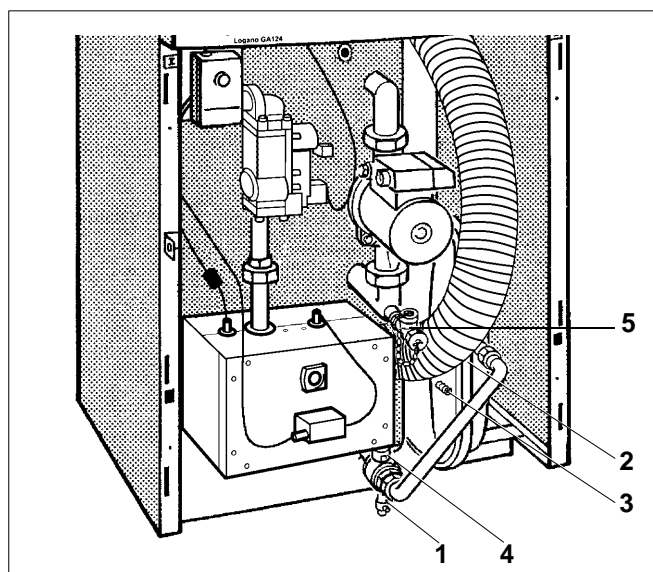

Fig. 40 Logano GA124 V avec vase d'expansion
- Retirer le capuchon du point de mesure (fig. 40, **pos. 3**) et activer rapidement la soupape d'azote. Si de l'eau s'écoule, la membrane est défectueuse. La membrane ou le vase d'expansion doivent être remplacés (fig. 40, **pos. 2**).
- Retirer le capuchon rouge et le robinet d'isolement (fig. 40, **pos. 4**)
- Laisser l'eau résiduelle du vase d'expansion s'écouler (fig. 40, **pos. 2**) par le robinet de vidange (fig. 40, **pos. 1**)
- Retirer le capuchon du point de mesure (fig. 40, **pos. 3**), mesurer la pression et corriger si elle ne correspond pas à la pression nécessaire (pression de l'installation moins 0,2 bar à froid)
- Fermer le capuchon, ouvrir le robinet d'isolement (fig. 40, **pos. 4**) et remonter le capuchon rouge
Légende fig. 40